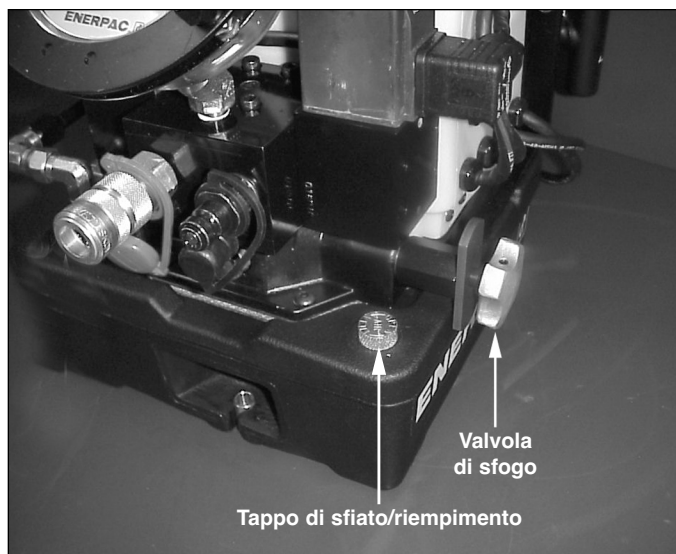

Figura 1 - Valvola di sfogo
4. Allentare il dado di fissaggio e ruotare (in senso antiorario) la valvola di sfogo in modo tale da evitare lo sviluppo indesiderato di pressione. La regolazione della valvola di sfogo non richiede l'utilizzo di alcun strumento. Vedere Figura 1.
2. Allentare il dado di fissaggio e ruotare la valvola di sfogo, in modo da evitare lo sviluppo indesiderato di pressione. Vedere Figura 1.